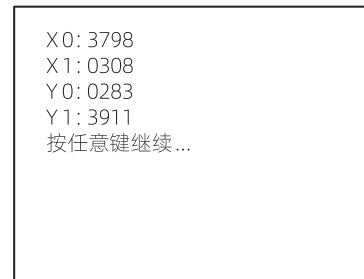

图54 触摸屏校正界面
4.屏幕显示显示触摸点的坐标，再次触摸屏的任意位置，如图54，完成触摸屏校正。